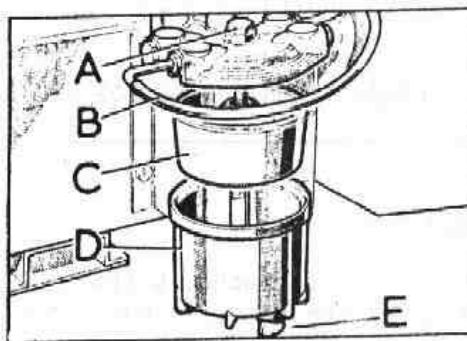

Fig. L1-6 Desarmado del vaso decantador
- 2.1. Desconectar la tubería de entrada de combustible al vaso decantador, B (Fig. L1-6) y situar ésta por encima del nivel de combustible del depósito o depósitos, para evitar la salida de combustible, dejándola sujeta en esta posición mientras dure la operación.
- 2.2. Aflojar el tapón de purga, E (Fig. L1-6) y dejar que salga toda el agua y gas-oil existente en el vaso.
- 2.3. Sujetando el cuerpo inferior, D (Fig. L1-6) y el intermedio, C, extraer el tornillo especial, A, y retirar ambos cuerpos.
- 2.5. Colocar juntas nuevas y fijar nuevamente los dos cuerpos con el tornillo, A (Fig. L1-6).